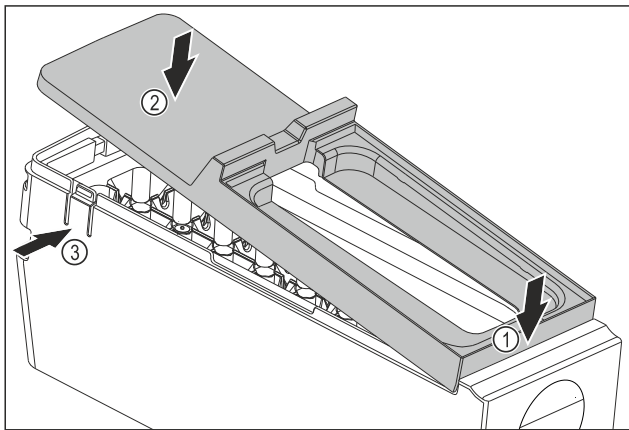

Fig. 94
- ▶ Montirajte pokrov glavnega dela EasyTwist-Ice: Pokrov spredaj namestite. Fig. 94 (1)
- ▶ Pokrov zadaj spustite. Fig. 94 (2)
- ▷ Pokrov se slišno zaskoči v obe sponi Fig. 94 (3).